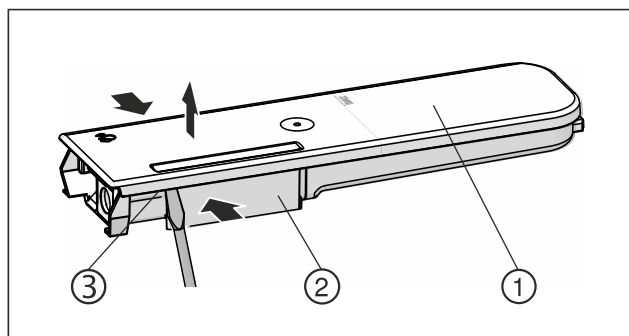

Fig. 128
- ▶ Presați rezervorul de apă Fig. 128 (2) împreună și trageți cu grijă capacul Fig. 128 (1) peste ciocurile opritoare Fig. 128 (3) și trageți-l în sus.
- ▶ Mișcați ușor capacul Fig. 128 (1) înainte și înapoi și scoateți-l în sus.